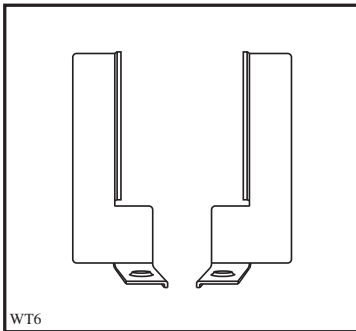

Fig 2b
- Monteer de corresponderende metalen bevestigingsplaatjes (fig. 2b/3b) en bevestig deze met de bijgeleverde schroeven (A+B) zowel op de wasdroger als op de bovenrand.